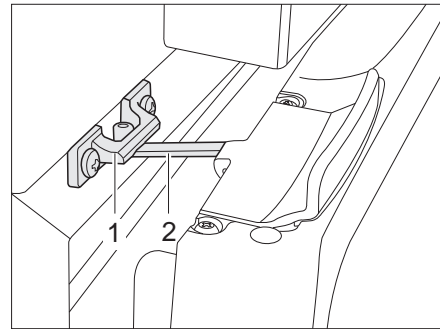

Fig. 235 Puerta del frigorífico en posición de ventilación (Thetford)
■ Abrir el bloqueo (Fig. 235,2) y engatillarlo en el alojamiento del bloqueo (Fig. 235,1). De este modo, la puerta del frigorífico quedará ligeramente abierta.